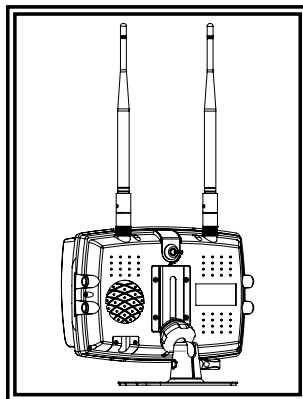

Figure 7
4. Installez l'écran et le pare-soleil sur le socle comme illustré à la Figure 7. Ajustez la position de l'écran pour un meilleur angle de vue avant de serrer les vis de fixation sur chaque extrémité. Connectez les antennes les pointant vers le haut.